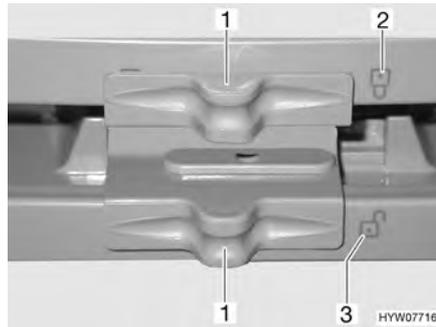

Fig. 144 Bloqueo de la puerta del frigorífico/puerta del compartimento congelador (Dometic de la serie 7 con compartimento congelador separado)
- Desplazar el bloqueo (Fig. 144,1) hacia un lado, de tal manera que sea visible el candado abierto "☞" (Fig. 144,3).
- Desplazar el bloqueo (Fig. 144,1) hacia un lado, de tal manera que sea visible el candado cerrado "☜" (Fig. 144,2).